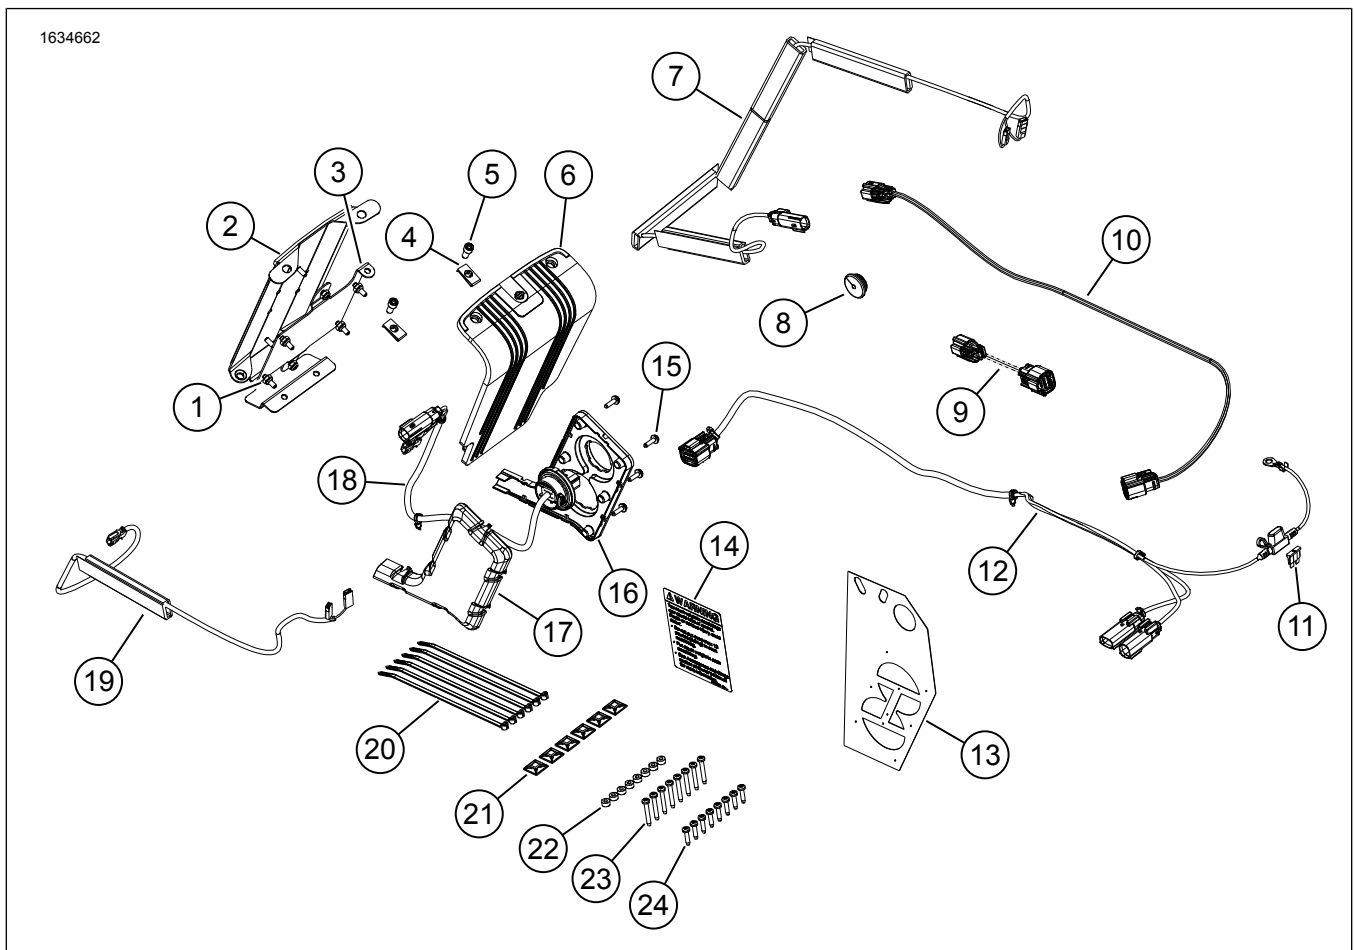

Figura 1. Conteúdo do kit: Áudio Bluetooth powered by Rockford Fosgate
3. Figura 1 Instale a etiqueta de capacidade do alforje (14).